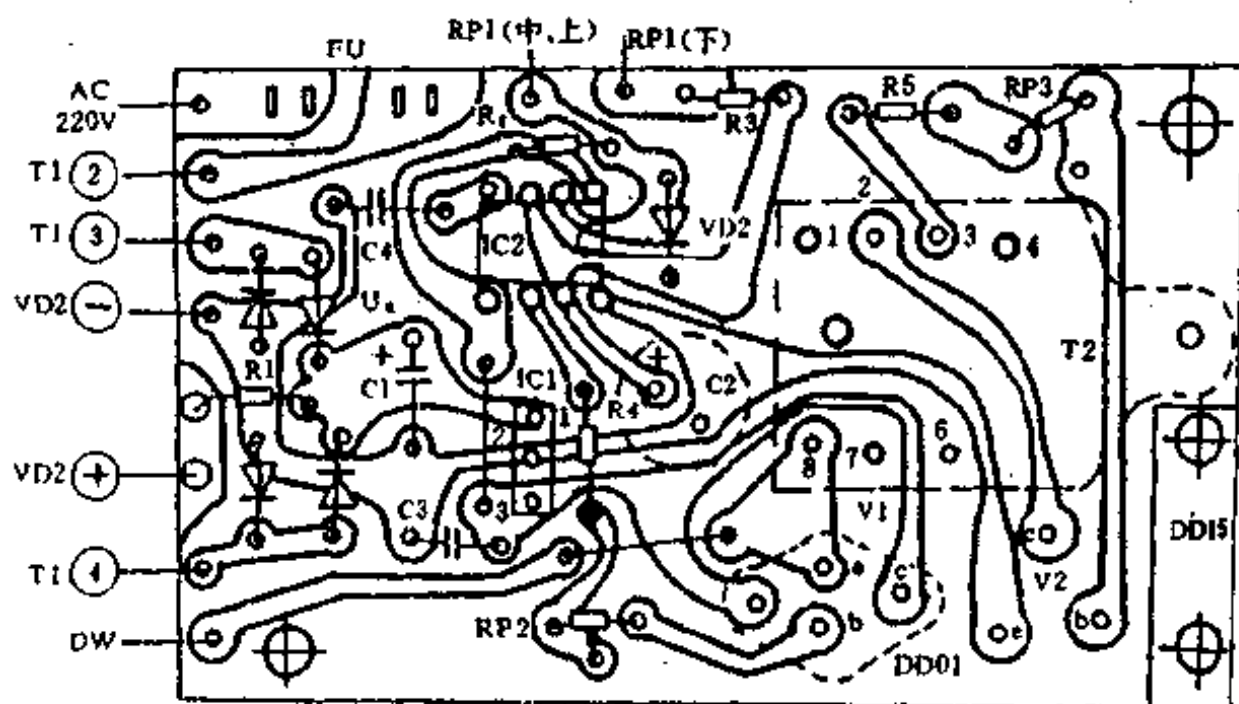

图 1-311
安装调试:整机印制板如图 1-311 所示。调试时 R4 可暂不接入,并将电源指示 R1/VD1 支路移至 IC2 的 ①/③脚间(VD1 负极接 ①脚),根据 VD1 亮/灭的时间比例,检查 T01、T02 是否符合设计要求。检查高压发生器时,可在 V1 的 ce 极间接入一只 10Ω/1W 电阻,将裸露铅芯的铅笔头置入电网线间,调节 RP3,到能看到铅芯有拉火现象为止。